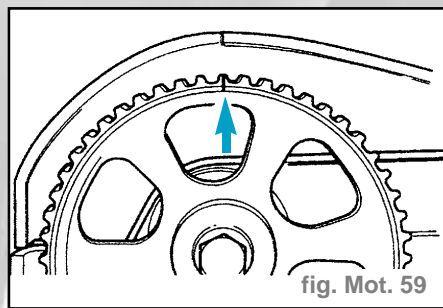

fig. Mot. 59
- Amener le pignon d'arbre à cames sur le repère de PMH du cylindre **1** (fig. Mot. 59).